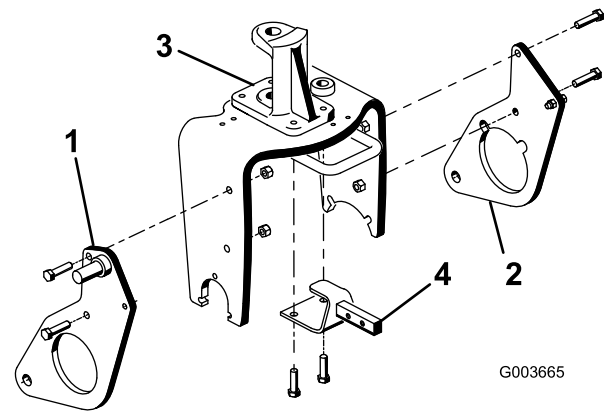

Figura 6
1. Monte provisionalmente la chapa lateral derecha en el lado derecho de la horquilla con 2 pernos (1/2 x 2 pulgadas) y contratuercas, según se muestra en Figura 6. No apriete los herrajes.
2. Repita este procedimiento con la chapa lateral izquierda (Figura 6).
4. Retire y deseche los 2 pernos que sujetan la parte delantera del pivote de dirección a la parte superior de la horquilla de la rueda (Figura 6).
5. Usando los taladros de montaje de la horquilla de la rueda y del pivote de dirección, monte el soporte del bastidor de enganche a la parte inferior de la horquilla de la rueda con 2 pernos (1/2 x 1-3/4 pulgadas) (Figura 6). Puede ser necesario desinflar parcialmente el neumático para tener espacio suficiente.